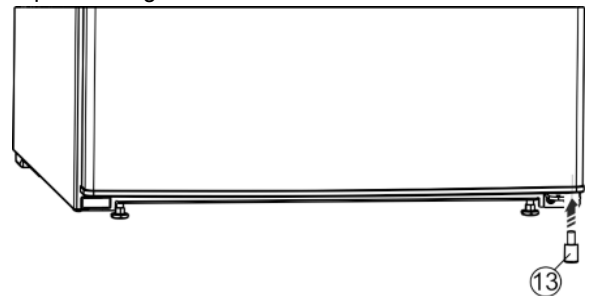

Fig. 8
- Reinserrire il distanziatore Fig. 8 (13) a destra in basso nella porta in quanto risulta importante per la stabilità dell'apparecchio.